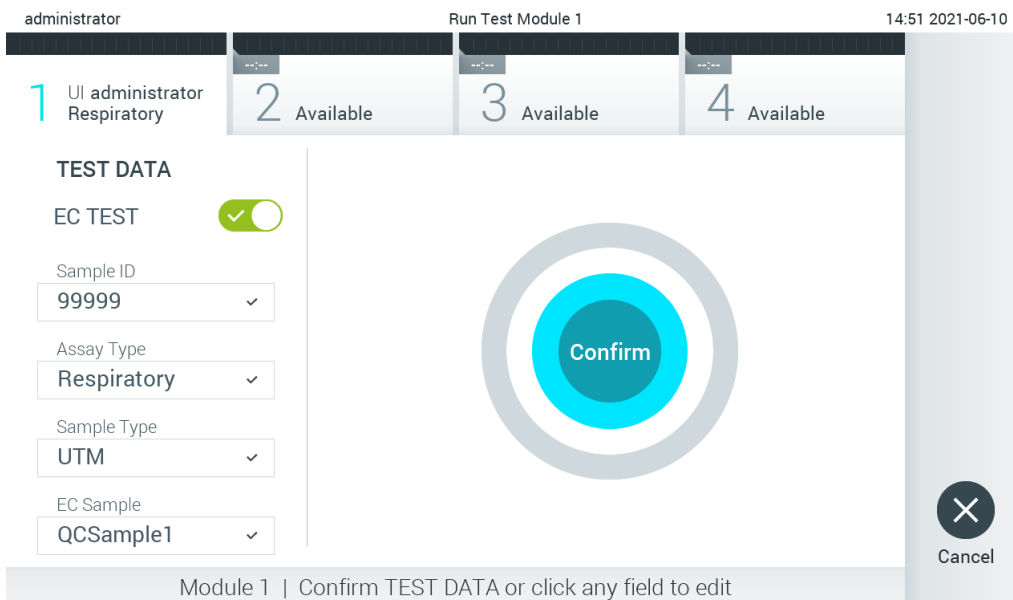

Рис. 93. Екран Confirm (Підтвердження).
- Відкриється екран **Confirm** (Підтвердження). Перегляньте введені дані та внесіть необхідні зміни. Для цього натисніть відповідні поля на сенсорному екрані та змініть інформацію (рис. 93).